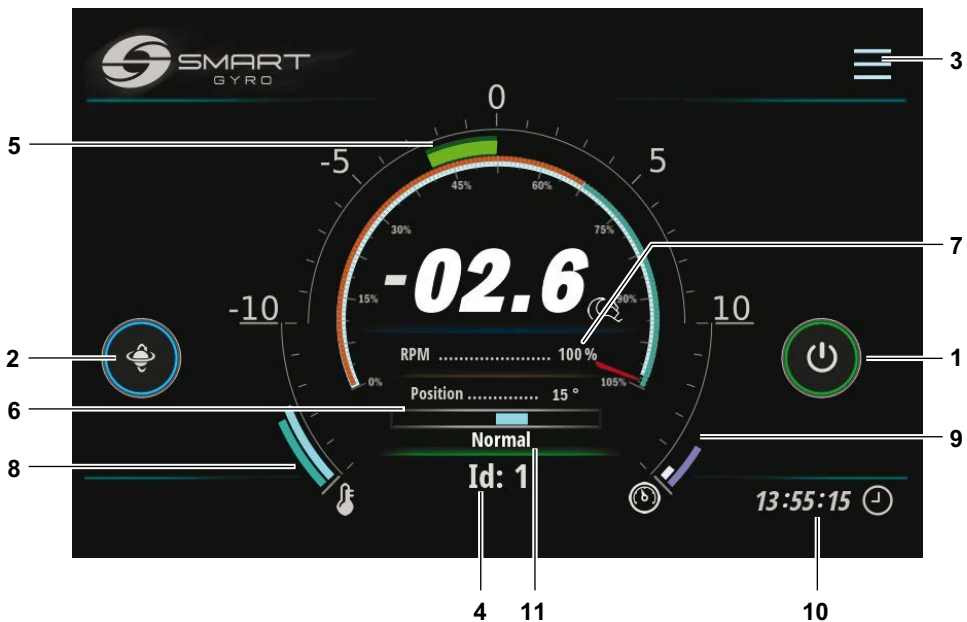
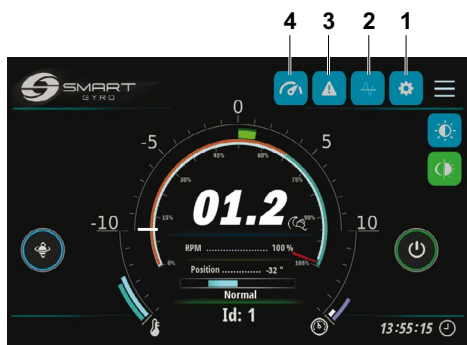
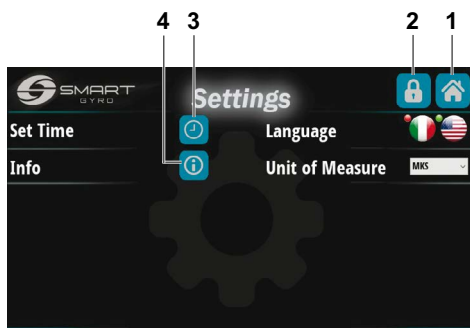
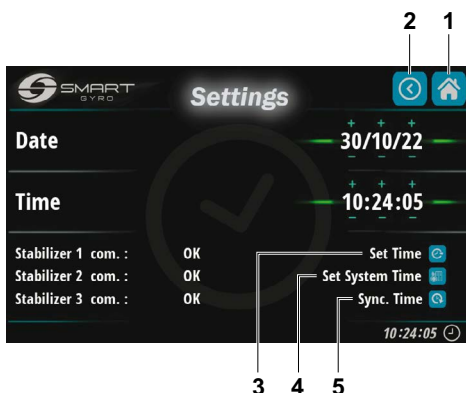

Figura 6
Figura 17
Figura 18
Figura 19
3 Icono de menú	Inicie sesión en las distintas páginas del menú presionando este icono. Véase la figura 17.
Al pulsar la página de iconos de Menú (Figura 6, (3)), aparecen algunos iconos de funciones en la esquina superior derecha de la pantalla (Figura 17).
Presionar el icono de Configuración (Figura 17, (1)) le llevará a la página del menú Configuración (Figura 18).
Al presionar el icono de Inicio en la esquina superior derecha (Figura 18, (1)), volverá a la página de Inicio.
Al presionar el icono con el símbolo del candado (Figura 18, (2)), le llevará a una página protegida con contraseña (solo accesible para el personal de servicio) para inspeccionar/modificar algunos parámetros internos a los que normalmente se accede durante la primera instalación del giroscopio.
Al presionar el icono Establecer hora con el símbolo del reloj (Figura 18, (3)), le llevará a la página de configuración de Hora y fecha (Figura 19).
Una vez configuradas la fecha y la hora, los datos se guardan en la memoria no volátil de la caja de control del giroscopio presionando el icono superior en el ángulo inferior derecho (Figura 19, (3)).
Al presionar el icono central (Figura 19, (4)) se guarda la hora y los datos en la memoria no volátil de la pantalla.
Finalmente, al presionar el icono de más abajo (Figura 19, (5)) se descartan los datos y se muestra en la pantalla la fecha y hora actuales leídas del Reloj de tiempo real interno de la Caja de control del giroscopio.
Al presionar el icono de Inicio en la esquina superior derecha (Figura 19, (1)), volverá a la página de Inicio.
Al presionar el icono Atrás en la esquina superior derecha (Figura 19, (2)), volverá a la página Configuración (Figura 18).
Presionando el icono Info (Figura 18, (4)), es posible visualizar las versiones de firmware tanto de la pantalla como de la placa de control (instalada en la unidad giroscópica) (Figura 22).
Presionar el icono de alarma (Figura 17, (3)) le llevará a la página de registro de alarmas.
Al pulsar el icono de la página del monitor de rendimiento (Figura 17, (4)), accederá a la página del monitor de rendimiento (Figura 33).